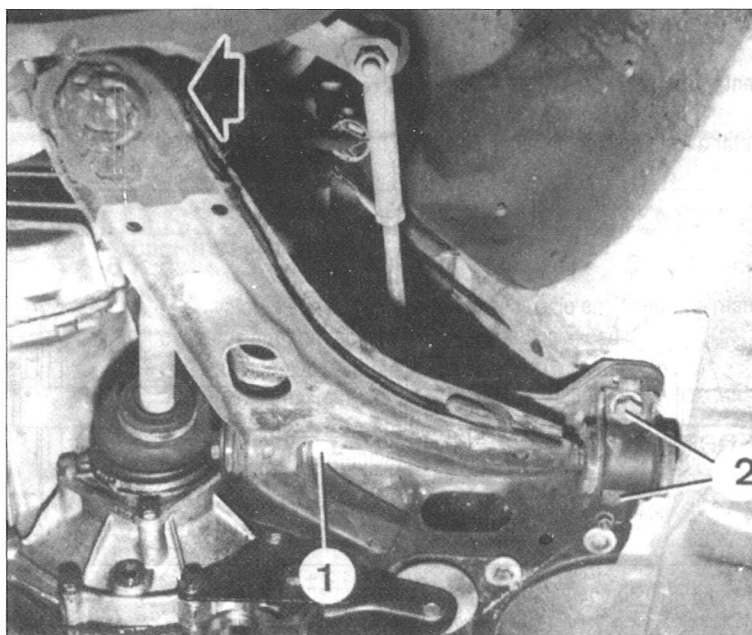

Fig. 70 – Fixação dum triângulo
- Desmontar a porca de fixação da rótula na manga de eixo (Fig. 70).